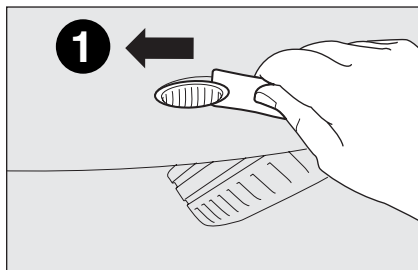

fig. 23a
- ☐ hacer palanca en la pantalla transparente desde la parte delantera hacia la parte trasera (1 - fig. 23a);